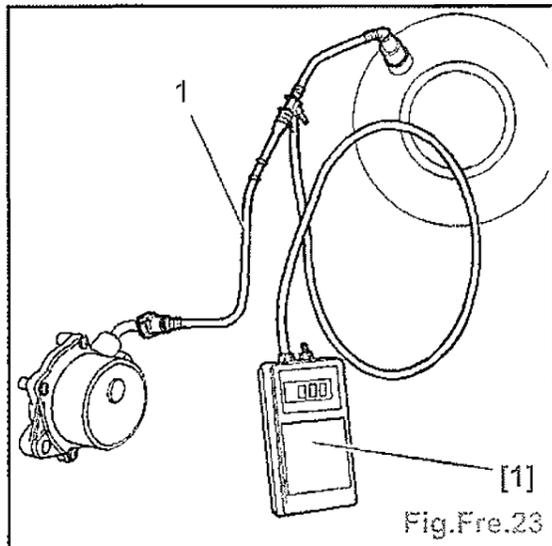

Fig.Fre.23
- Désaccoupler en (a) le tube de dépression (1).
- Brancher l'outil [1] sur le tube de dépression (1) (Fig.Fre.23).